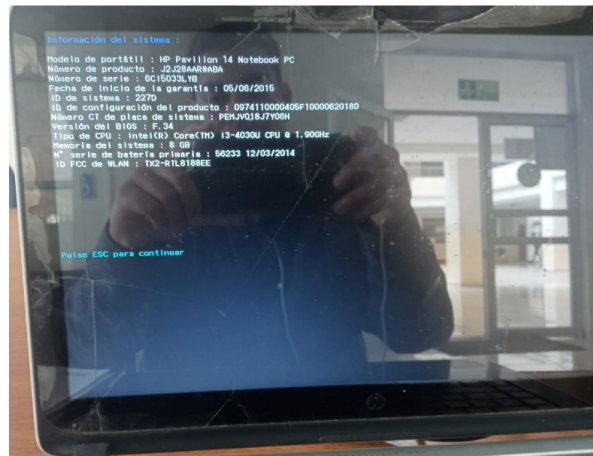

Figura 3. BIOS de la Pc
- Otra de las maneras de identificar con que Pc se encuentra o conocer los componentes y características de la misma es ingresando a la BIOS del computador con la tecla que se requiera en cada computador en la figura 3 se puede evidenciar la interfaz de la BIOS con sus elementos de la PC detallada, en esta laptop se puede evidenciar que el procesador es un I3, con una memoria RAM de 8 gb y las características que nos emite la BIOS.